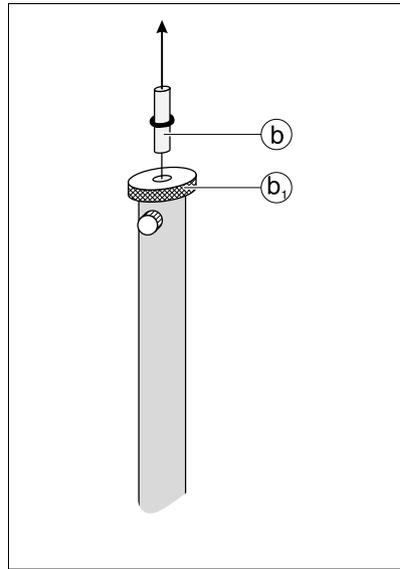
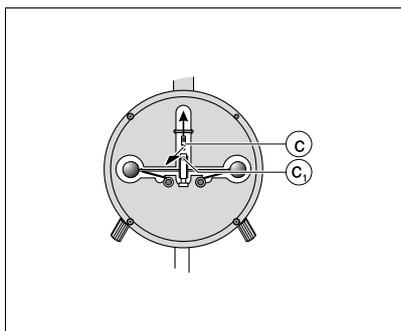

Fig. 8.3
Fig. 8.4
- Schraube (c1) (Fig. 8.4) und - bei festgehaltenem Bandhalter (b) - Madenschraube (b1) lösen und Bandhalter entnehmen (Fig. 8.3).
- Bei gerissenem Torsionsband Endstück (c) entfernen (Fig. 8.4).
- Loosen grub screw (b1) while holding the band holder (b) tightly. Remove the band holder (Fig. 8.3).
- If the torsion band is broken, remove end piece (c) (Fig. 8.4).
Hierbei den Haltestift (b), Fig. 8.3 durch Festhalten vor dem Verdrehen sichern.
Vorsichtig den Haltestift (b), Fig. 8.3 herausziehen, dabei die Bewegung des hantelförmigen Pendelkörpers ⑤ beobachten (Fig. 2). Den Pendelkörper soweit anheben, bis sich die kleinen Bleikugeln in der Mitte der runden Fenster befinden. Ein Herausziehen des Haltestiftes bis der Pendelkörper anstößt, führt zum Reißen des Fadens.
Avant de commencer à dévisser, tenir la tige de maintien (b) (cf. fig. 8.3).
Sortir avec précaution la tige de maintien (b), (cf. fig. 8.3) tout en observant le mouvement du corps du pendule ⑤ en forme d'haltère (Fig. 2). Soulever le corps du pendule jusqu'à ce que les petites sphères en plomb se trouvent au milieu de la fenêtre circulaire. Si on tire la tige de maintien jusqu'à ce que le corps du pendule bute, le ruban de torsion va rompre.
Hold onto the band holder (b), Fig. 8.3, so that it does not twist.
Carefully withdraw the band holder (b), Fig. 8.3, and observe the motion of the dumbbell-shaped pendulum body ⑤ (Fig. 2). Lift the pendulum body until the two small lead balls are in the middle of the round window. If the band holder is withdrawn so far that the pendulum body makes contact, the torsion band will break.
Mantener fija el soporte de cinta (b), Fig. 8.3, para que no se tuerza.
Extraer cuidadosamente el soporte de cinta (b), Fig. 8.3, y observar el movimiento del cuerpo del péndulo ⑤ en forma de haltera (Fig. 2). Levantar el cuerpo del péndulo hasta que las pequeñas bolas de plomo se encuentren en la mitad de la ventana redonda. La cinta de torsión se rompe si se extrae el soporte de cinta hasta chocar el cuerpo del péndulo.